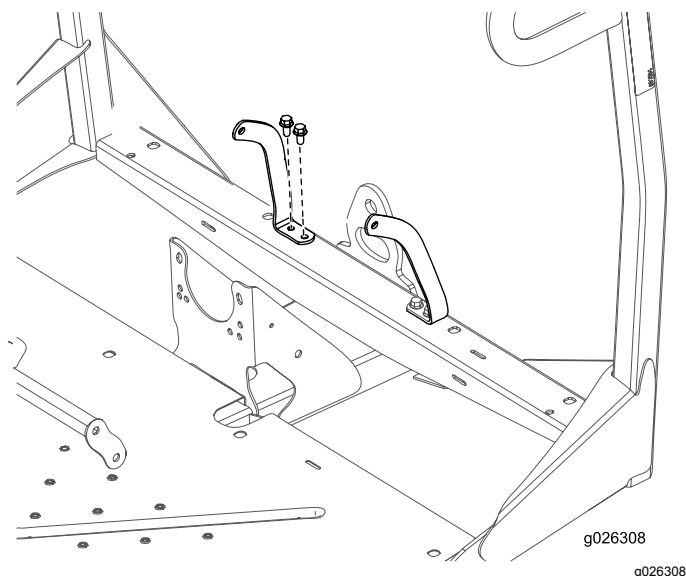

Figura 8
5. Fissate l'ancoraggio sinistro e destro della cintura di sicurezza al telaio anteriore con 4 bulloni ($\frac{3}{8}$ x $\frac{3}{4}$ ") e 4 dadi ($\frac{3}{8}$ "), come illustrato in Figura 8.